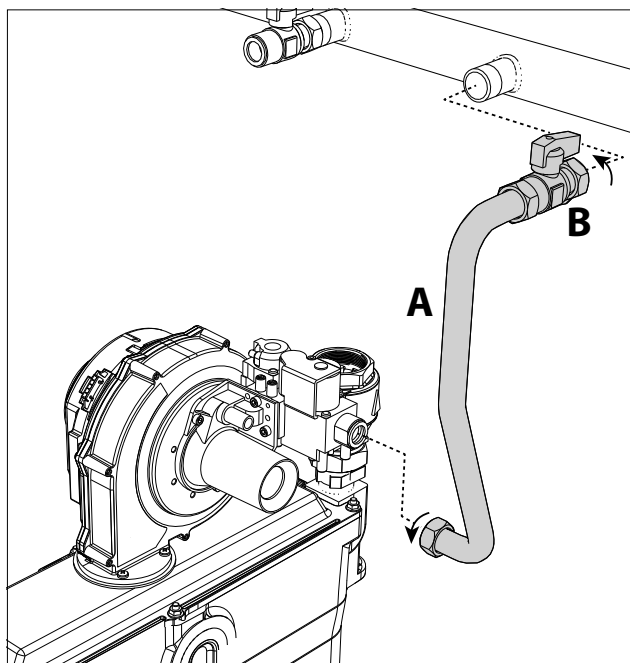

fig. 81
5. Allentare i girelli e disconnettere il tubo gas "A" insieme al rubinetto "B" (fig. 81).